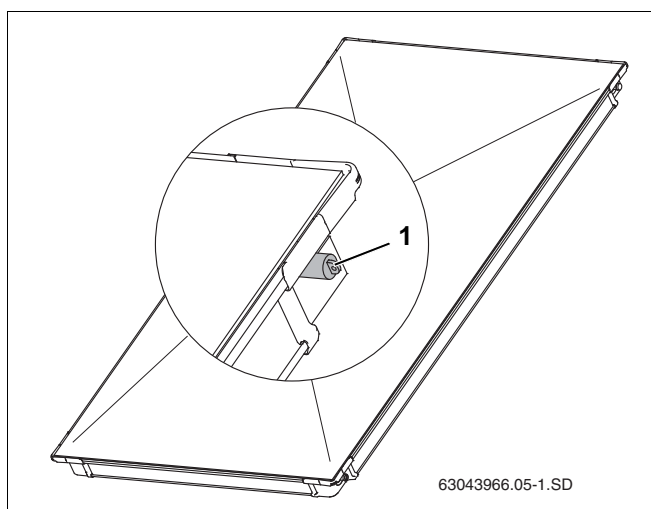

Fig. 5 Gummikapper på solfangertilslutninger
- ▶ Fjern først gummikapperne (fig. 5, **pos. 1**) lige før monteringen.